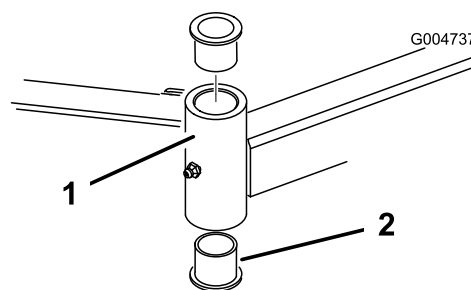

Рисунок 105
4. Вставьте выколотку сверху или снизу монтажной трубы и выбейте втулку из трубы (Рисунок 105). Выбейте также из трубы другую втулку. Очистите от грязи внутреннюю поверхность трубы.